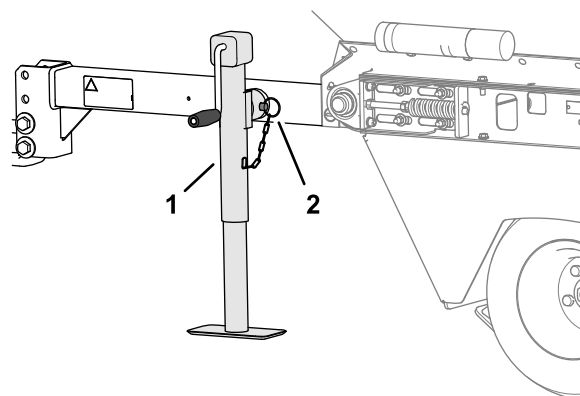

Figura 11
2. Ruotate il martinetto in verticale (Figura 11).
3. Fissatelo al tubo di montaggio con il perno con testa (Figura 11).